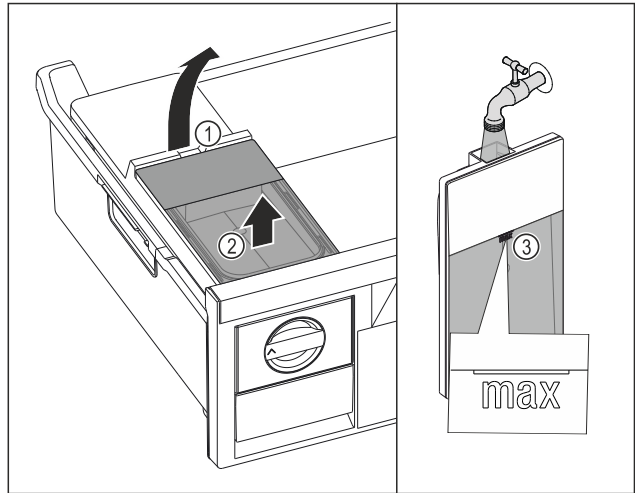

Fig. 123
- Wassertank an der Aussparung Fig. 123 (1) anheben.
- Wassertank nach oben entnehmen. Fig. 123 (2)
- Wassertank bis zur Markierung Fig. 123 (3) mit Trinkwasser befüllen.